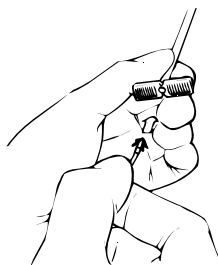

Рис. 6. Введение электрода в оболочку
9. С полностью введенным стилетом электрода проведите эндокардиальный электрод через оболочку и подключичную вену в верхнюю полую вену (см. рис. 6). При необходимости смажьте электрод тонким слоем соответствующей стерильной смазки для обеспечения прохождения через оболочку интродьюсера.